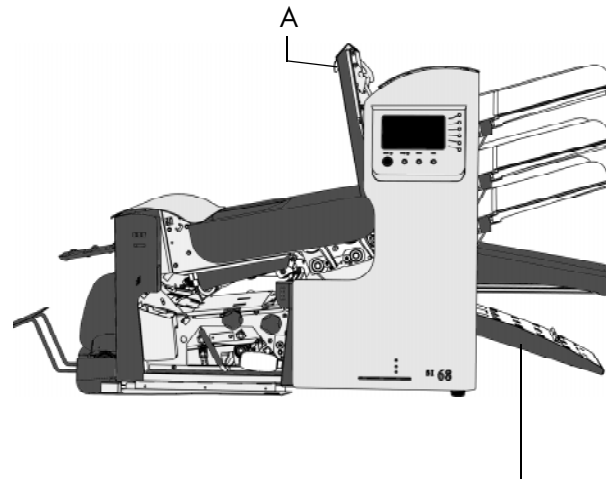

Abb. 53
- Handgriff A nach oben ziehen (Abb. 53) und das obere Teil in vertikale Position ziehen.
- Sortierer „B“ (Abb. 53) nach unten drücken